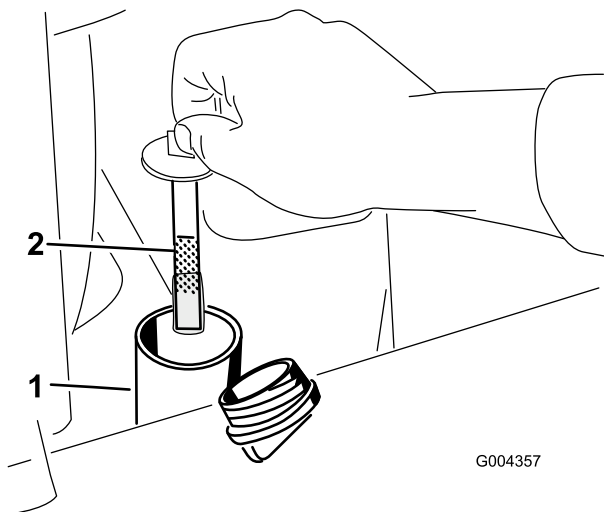

Рисунок 19
6. Снимите крышку с горловины заливного отверстия и проверьте уровень гидравлической жидкости с помощью щупа (Рисунок 19).